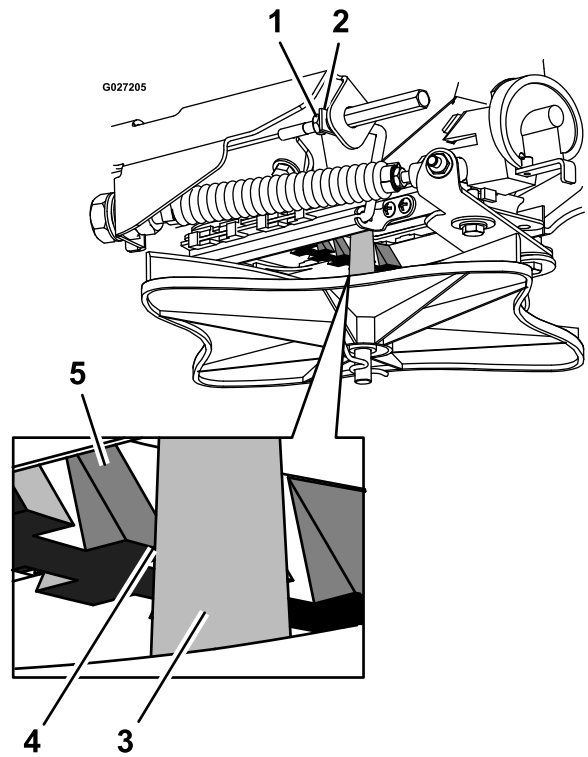

Figura 92
5. Afloje la contratuerca que se encuentra en el extremo del cable de control del patrón (Figura 92).
6. Tire de la varilla de acoplamiento hasta que quede un espacio de 3.2 mm ($\frac{1}{8}$ ") entre el diente de la rampa y el eje del impulsor (Figura 92).
7. Apriete la contratuerca (Figura 92).